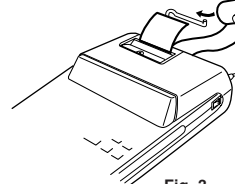

Fig. 3
- Soulevez le support pour papier en métal et introduisez-y le rouleau de papier. (Fig. 3)